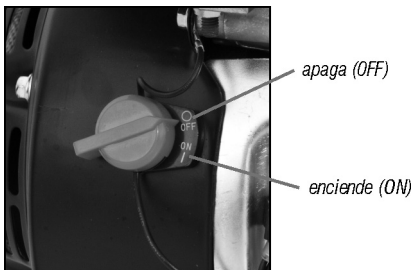

Fig. 21 – Llave general
- g. Ponga la llave general para la posición ON (encendido) (fig. 21);